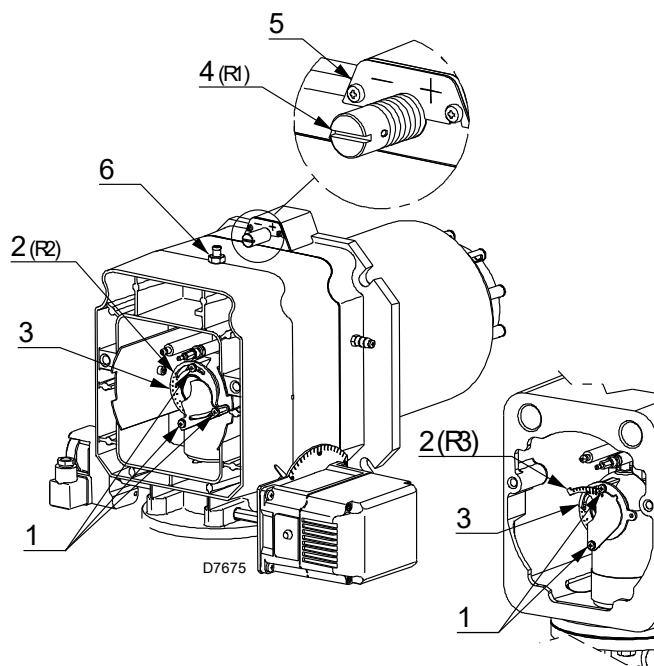

图 20
- 旋转螺丝 4)(图 20) 直到找到的刻槽与法兰的前表面 5)对齐。
- 拧松 3 个螺钉 1)(图 20) 并旋转环形螺母 2)，直到找到的刻槽与螺钉 3) 对齐